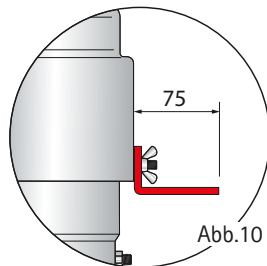

Abb.10
Die mitgelieferten Befestigungs- bzw. Anschlagswinkel auf beiden Seiten des Gehäusedeckels mit Flügelmuttern anbringen. Die Winkel werden mit der kürzeren Seite am Deckel befestigt und gemäß Abb.10 ausgerichtet.
3. Befestigungswinkel mit Flügelmutter am Gehäuse befestigen (Abb.10, Seite 7)
- Befestigungswinkel mit Flügelmuttern am Gehäuse befestigen (Abb.10, Seite 7)